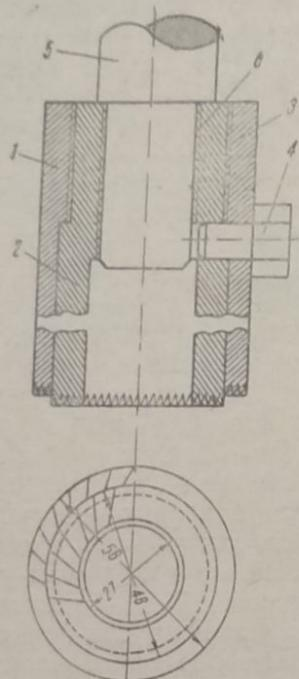

Рис. 1
Однако полученные результаты не удовлетворяют т. Болюкова. Тов. Болюков изготавливает двуступенчатую шарошку для фрезеровки звеньев цепи, увеличивающую производительность на этой операции в два раза. Шарошка (рис. 1, стр. 8) состоит из двух шарошек, вставленных одна в другую. Шарошка (1) имеет наружный диаметр